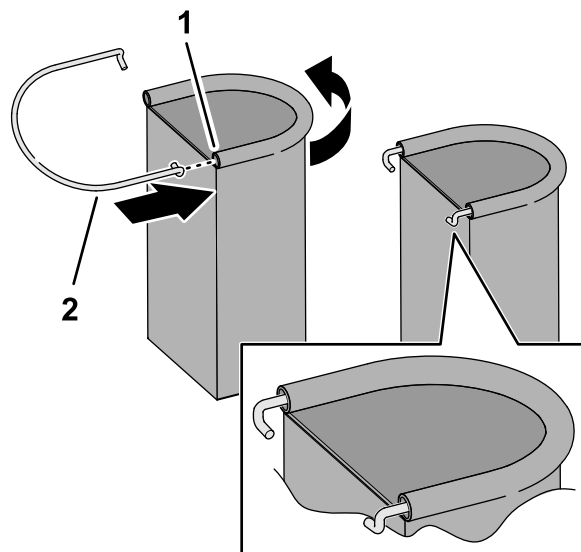

Figure 22
1. Insérez un arceau dans le manchon du sac de rangement d'EPI, comme montré à la Figure 22.